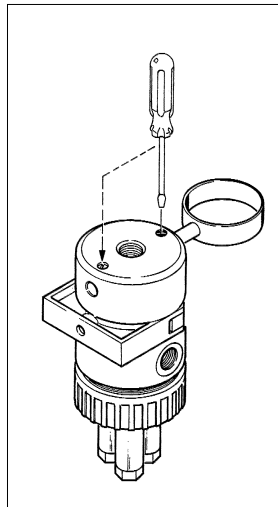

Fig. 3-5.
1. Les chambres de mesure en plastique ont des vis de blocage qui doivent être dévissées avant de pivoter (voir fig. 3-5).